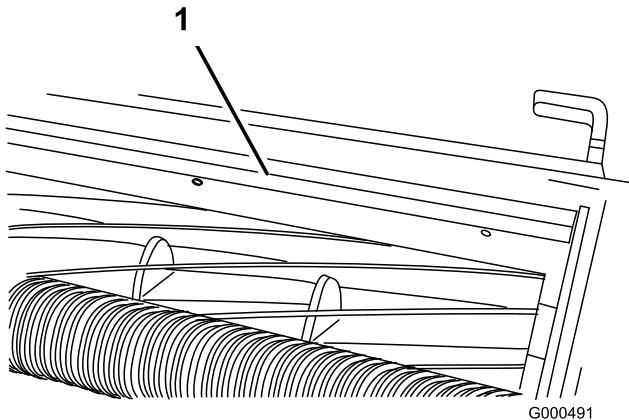

Figura 18
1. Desaperte os parafusos que fixam a barra superior (Figura 18) à unidade de corte.